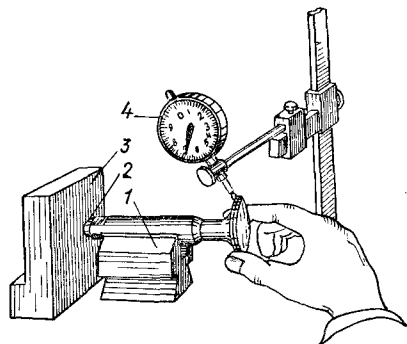

Рис. 118. Проверка биения рабочей фаски клапана:
7) клапаны, их основные размеры. Биение рабочей фаски клапанов — не более 0,08 мм — проверьте индикатором (рис. 118). Выработку, подгорания и наклеп на рабочей фаске клапана глубиной более 0,1 мм выведите шлифовкой на шлифовальном станке или бархатным напильником и шлифовальной шкуркой с абразивным зерном № 170 на токарном станке. Перед шлифовкой фаску обработайте резцом. Угол рабочей фаски после шлифовки должен быть $45^\circ \pm 30'$. Высота цилиндрическая пояски выпускных клапанов должна быть не менее 1,5 мм, впускных — не менее 0,8 мм.